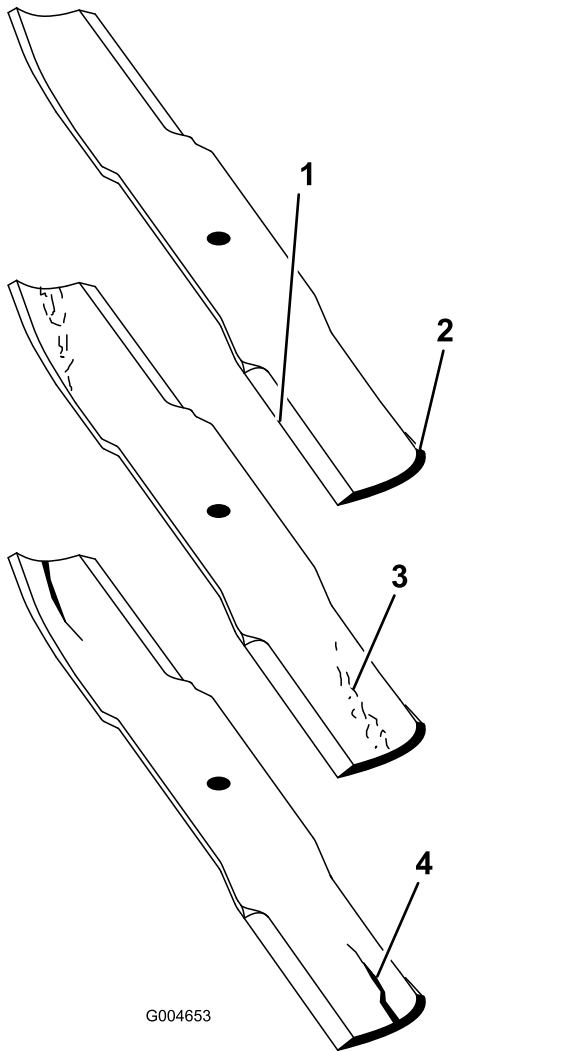

图 26
3. 仔细检查刀片的剪草端特别是刀片平面和曲面交接的部分 (图 26)。
注意 由于沙子和研磨材料可能导致连接刀片平面与曲面的金属磨损请在使用剪草机之前检查刀片。如果看到出现磨损图 26 请更换刀片。